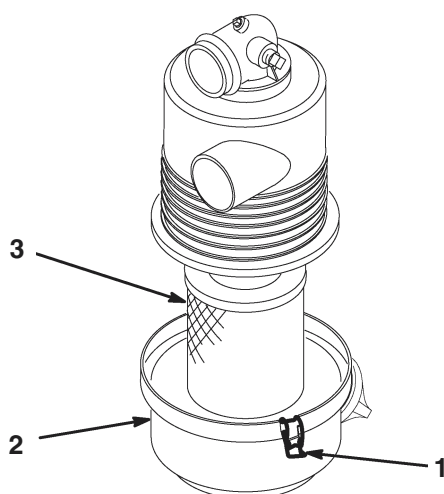

Figure 18
3. Desserrez les fixations qui maintiennent le couvercle sur le corps du filtre à air. Otez le couvercle du corps et nettoyez l'intérieur (Fig. 18).
4. Sortez l'élément filtrant du corps du filtre avec précaution pour ne pas déloger trop de poussière (Fig. 18). Evitez de cogner l'élément contre les parois du filtre.